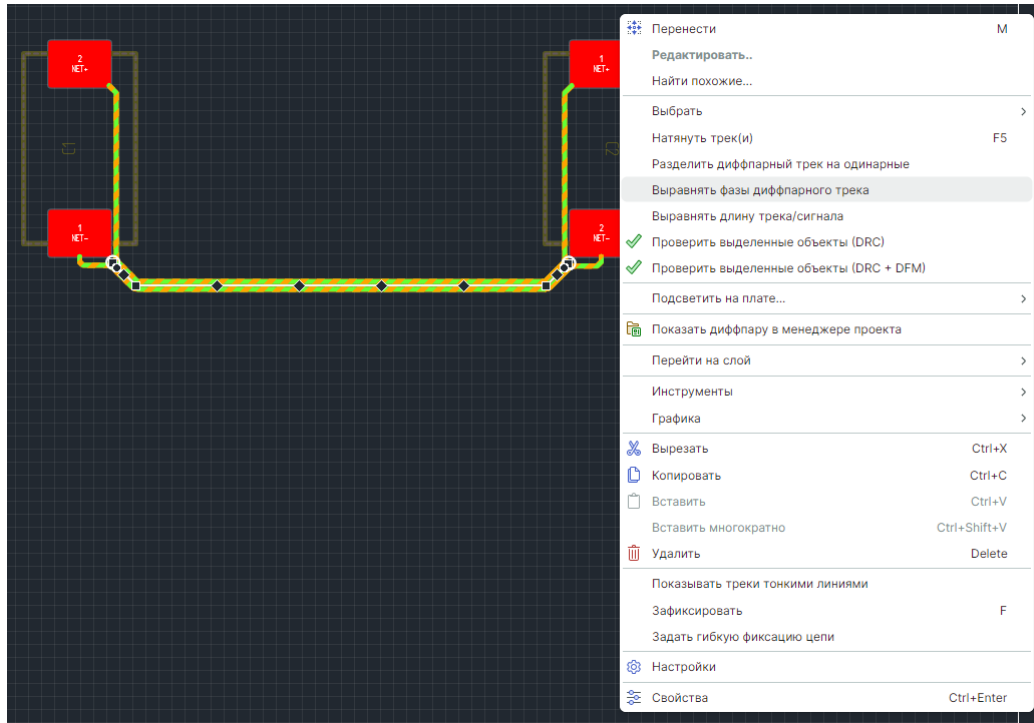

Рис. 348 Выравнивание фаз диффпары
2. Из контекстного меню выберите пункт «Выравнять фазы диффпарного трека», см. Рис. 348.